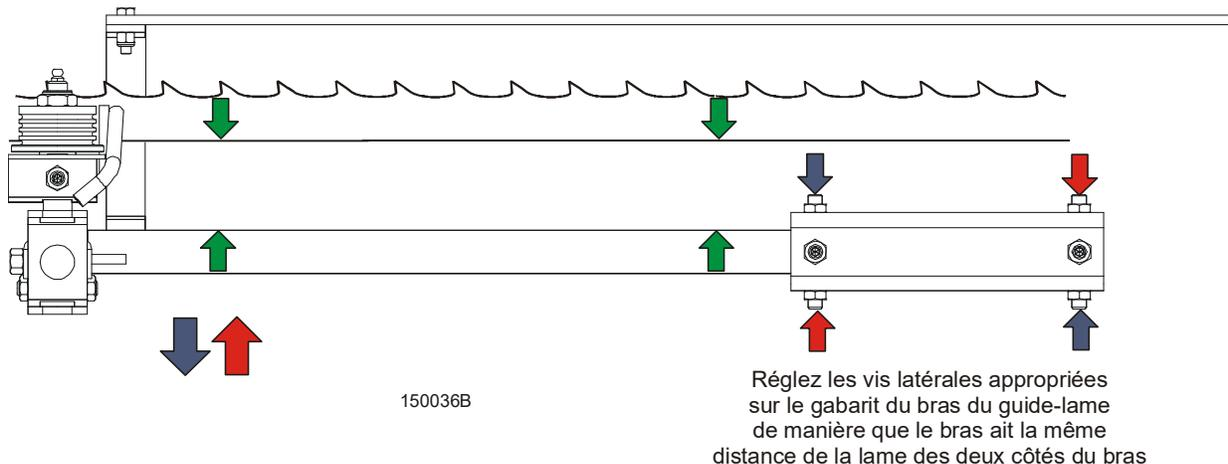

FIG. 7-4
- Pour déplacer l'extrémité du bras du guide-lame vers l'avant de la scierie, desserrez les contre-écrous sur la vis intérieure de l'avant et la vis extérieure de l'arrière. **Voir Fig. 7-4.**